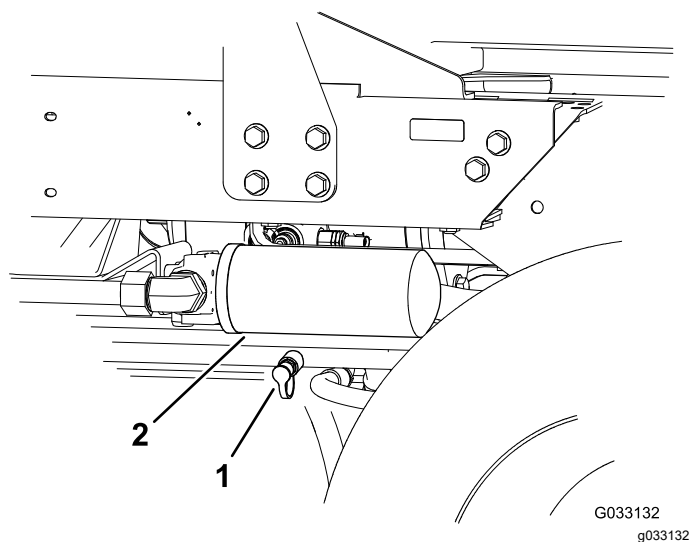

**Рисунок 41**
1. Установите диагностический штуцер в немаркированное отверстие, расположенное между отверстиями M8 и P2 в заднем тяговом коллекторе (**Рисунок 41**).